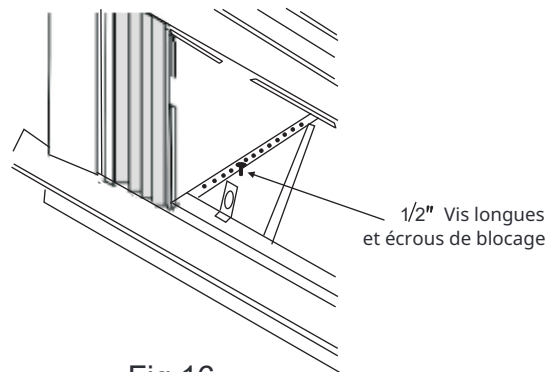

Fig.16
3. Installer les supports de fixation (avec les supports d'angle de seuil attachés) dans le trou correct dans le bas de l'armoire comme indiqué dans la figure 16. 4. Serrer fermement les 6 boulons.